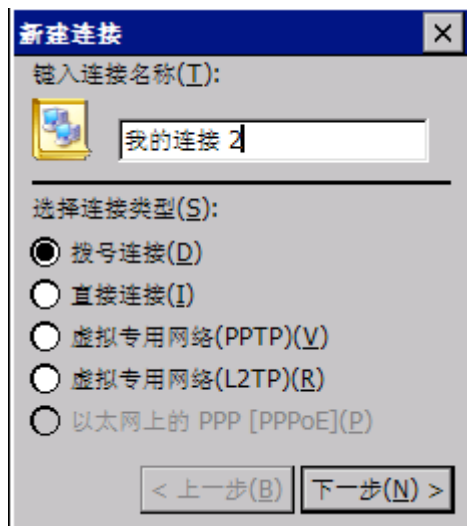

图 5-4-3
2. 双击“新建连接”，打开新建连接对话框，输入链接名称，选择“拨号连接(D)”，然后单击“下一步”，如图 5-4-3。